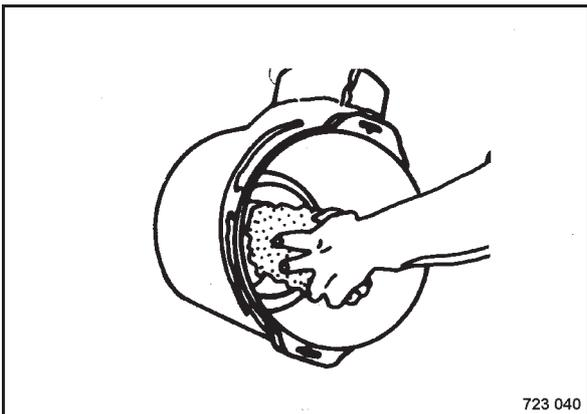

Bild 123
- Das Innere des Auslaßrohres (Bild 123) und des Filtergehäuses gründlich reinigen.